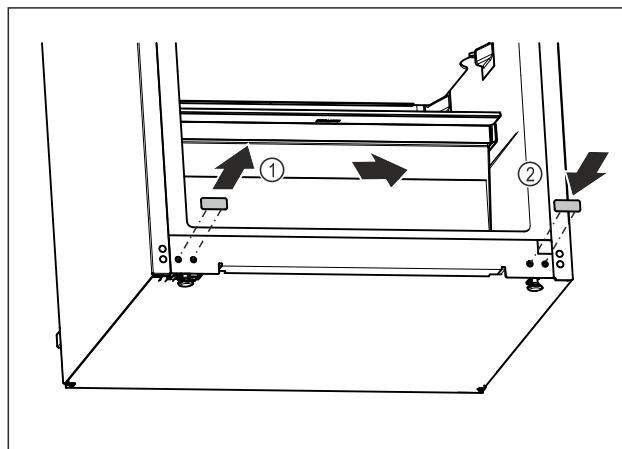

Fig. 16
- Izvucite pokrovni čep. Fig. 16 (1)
- Umetnite pokrovni čep na suprotnu stranu. Fig. 16 (2)